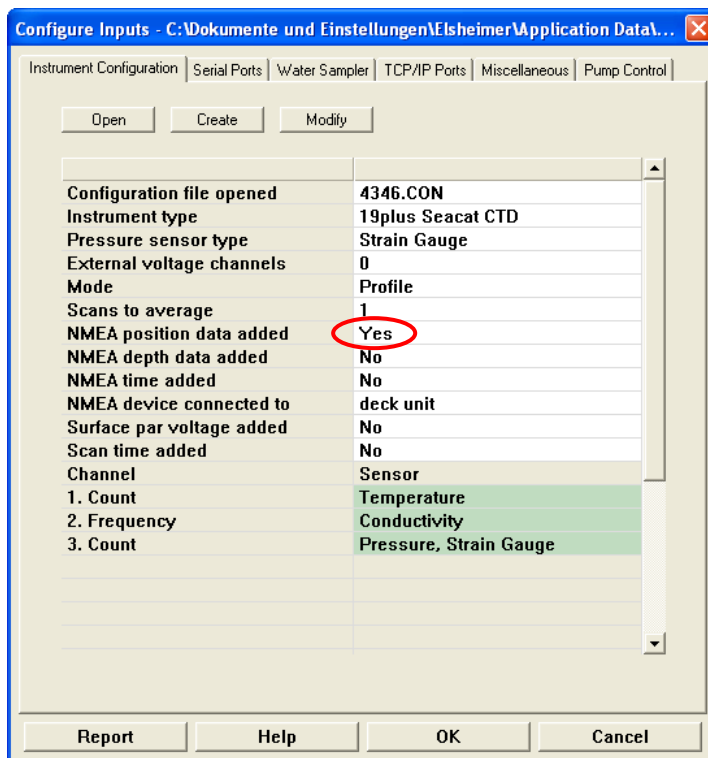
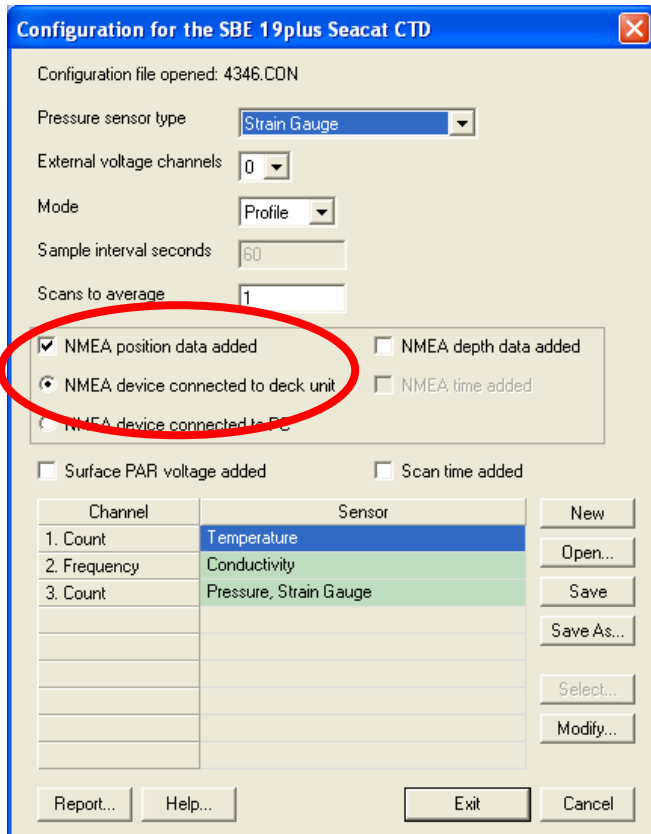

Abb. 4. NMEA Einstellung im .con File.
Abb. 5. Ändern NMEA Einstellungen
3. Darauf achten, dass **NMEA position data added** auf **YES** steht (Abb.4, Seite 9). Falls nötig über **Modify** die NMEA-Einstellung ändern, indem man das Häkchen setzt und **NMEA device connected to deck unit** auswählt (Abb.5, Seite9).